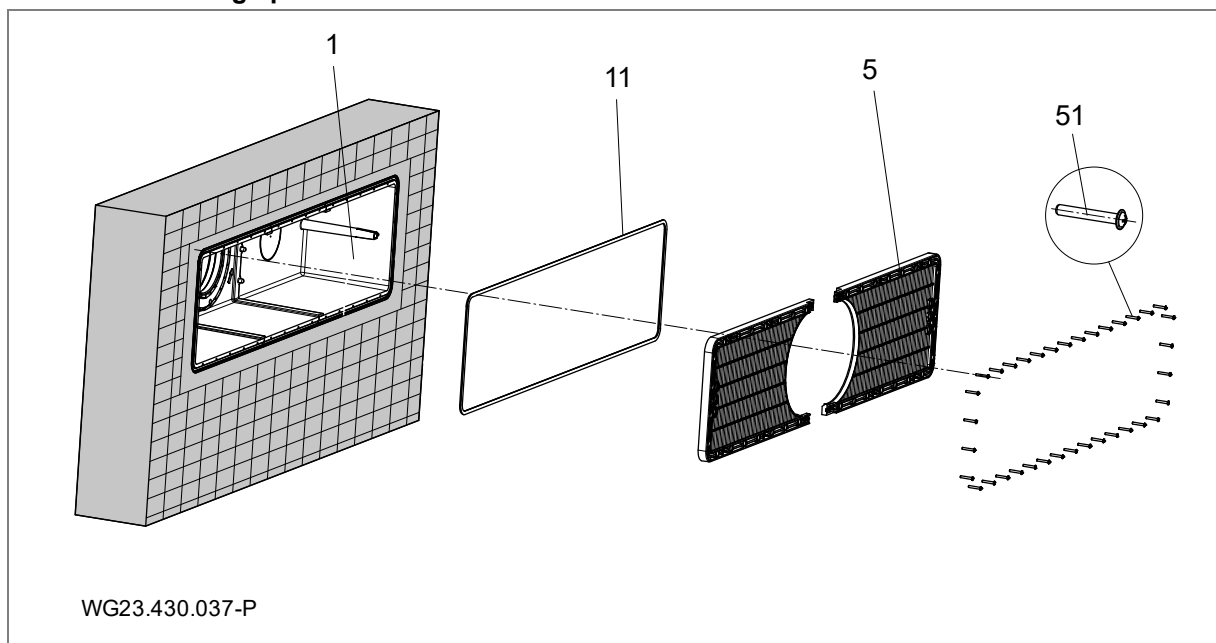

Fig. 8
Pour l'étanchement par rapport au mur en béton, il est recommandé de créer un anneau en résine époxy / sable silicieux sur tout le pourtour de la paroi extérieure côté bassin du boîtier (1). Voir "Fig. 8", page 17